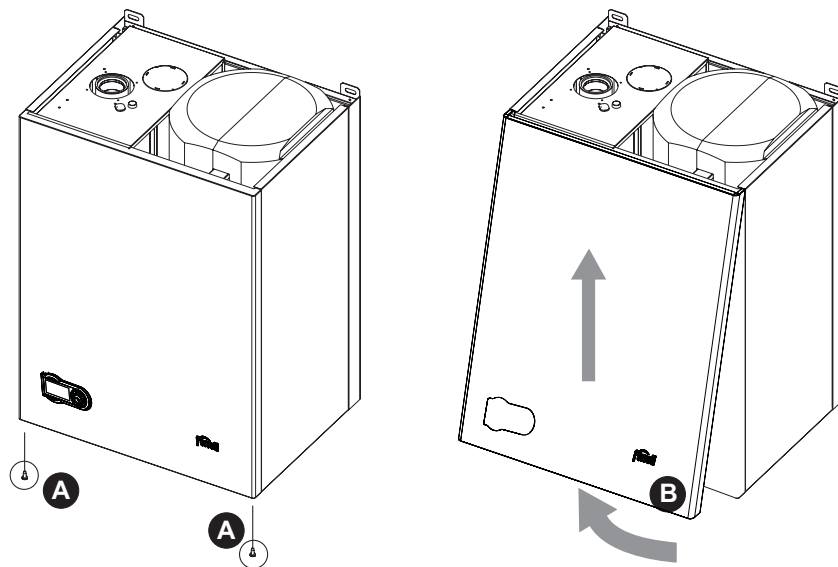

fig. 28 - Abertura do revestimento
1. Desaperte os parafusos A (vide fig. 28).
2. Rode o revestimento (vide fig. 28).